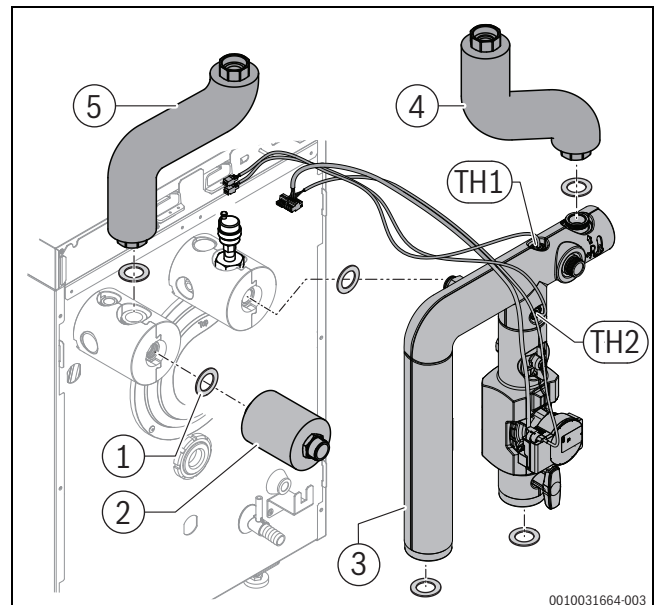
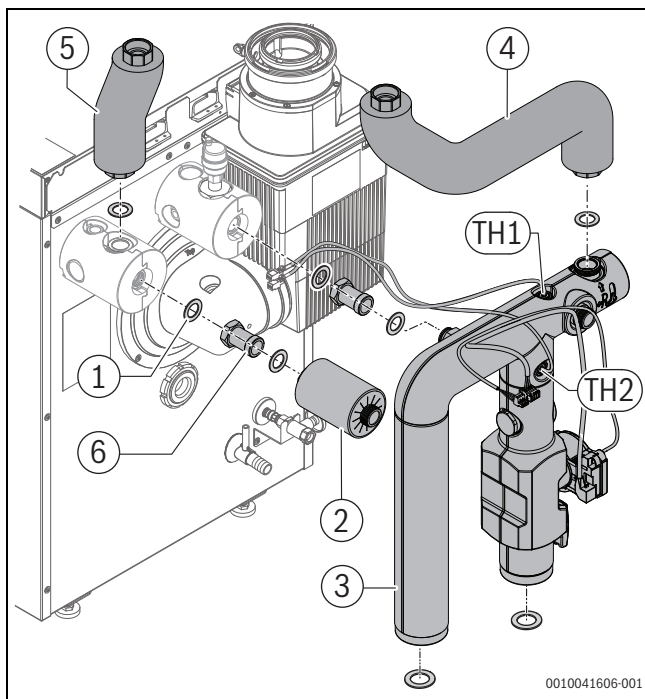

Bild 5 Montage Rohrgruppe HF-Set HYC25
Bild 7 Montage Rohrgruppe HF-Set HYC25
- ▶ Rohrgruppe entsprechend Bild 5 beziehungsweise Bild 7 montieren; **Alle Varianten**.
- ▶ Rohrgruppe entsprechend Bild 5 montieren.
- ▶ Rohrgruppe entsprechend Bild 7 montieren.